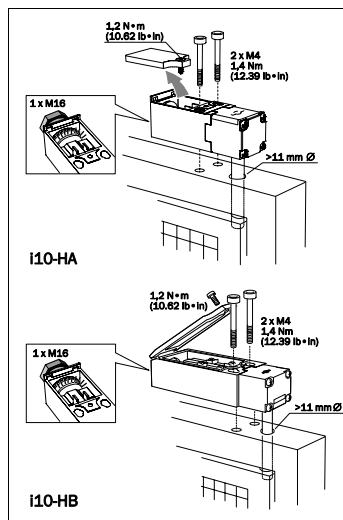

Fig. 1: montaggio dell'interruttore di sicurezza
- gli interruttori di sicurezza vanno montati con 2 viti M4 e le viti serrate con 1,4 Nm (vedere Fig. 1).